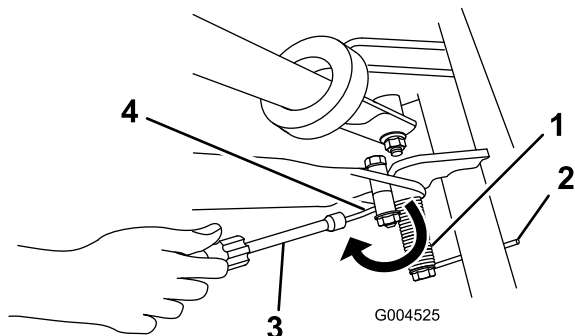

Figura 7
6. Coloque uma calha de porcas na extremidade da mola que está voltada para a traseira e desloque a extremidade da mola por cima e por baixo da cunha do apoio (Figura 7).